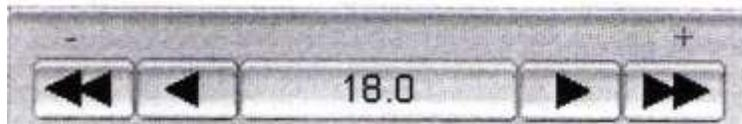

Figura 4-2. Flechas de control de velocidad.
- La Sección superior del panel de *Coordenadas articulares* muestra las coordenadas actuales de las cinco articulaciones del robot. Cada articulación puede ser controlada individualmente utilizando el conjunto de flechas correspondiente (excepto la pinza). En la figura 4-2 se muestran las flechas para el control del movimiento. Para incrementar los valores de las coordenadas utilice las flechas hacia la derecha y para disminuir, utilice los valores hacia la izquierda. Las flechas sencillas permiten el movimiento en baja velocidad (la baja velocidad corresponde a un valor de velocidad de 10%) mientras que las flechas dobles permiten el movimiento en alta velocidad (corresponde a un valor de velocidad de 50%).